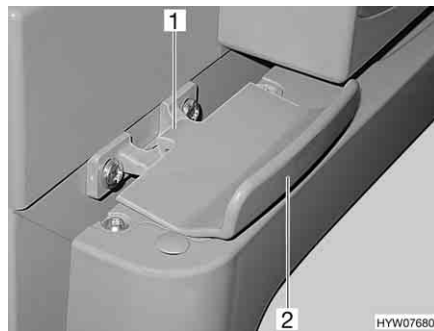

Fig. 227 Bloqueo de la puerta del frigorífico, cerrado (Thetford)
*Abrir:* ■ Abrir la puerta del frigorífico con el tirador (Fig. 227,2). El bloqueo (Fig. 227,1) se abre automáticamente.